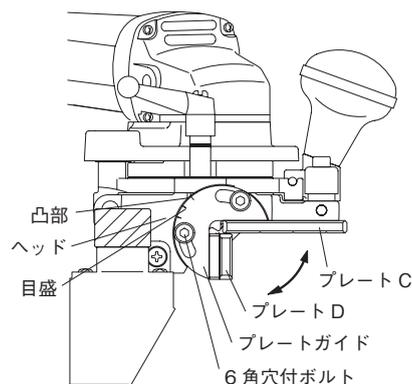

図9
- (1) 図9のようにヘッド左右のプレートガイドについている六角穴付ボルト（左右合計4本）を緩めてください
- (2) プレートを持って、プレートガイドの目盛りを加工したい角度（凸部の位置）に合わせてください。
- (3) 再び六角穴付ボルトを締め付けてください。